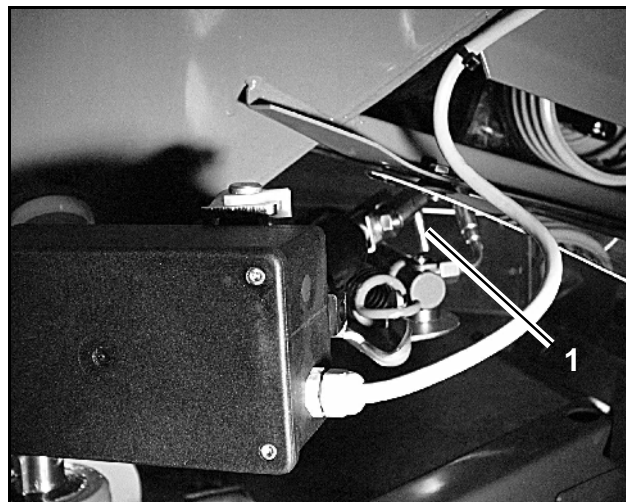

Fig. 7
**Asegurar el husillo de regulación colgado (Fig. 7/1) con un medio auxiliar, contra los movimientos en la zona de trabajo del cilindro hidráulico.**